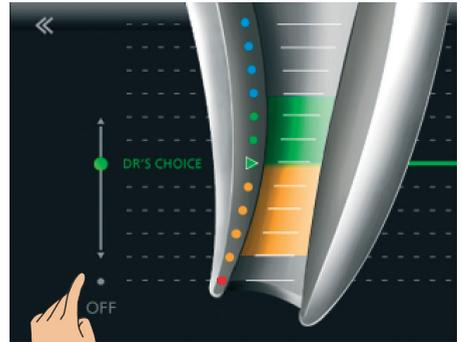

Abb. 25 Antippen von OFF
- Um die DR'S CHOICE Apikallinie abzuschalten, kehren Sie zum Menü Einstellungen zurück, wählen die Funktion DR'S CHOICE und tippen auf OFF (Abb. 25).